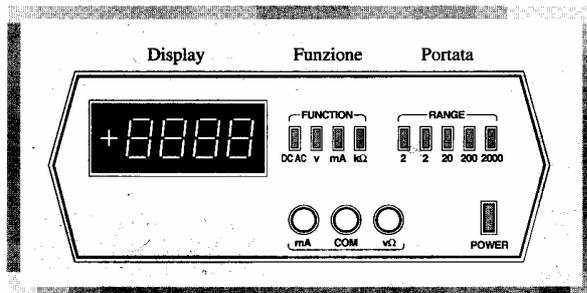

Fig. S4 Pannello frontale di un multimetro digitale.
In fig. S4 è illustrato il pannello frontale di un MMD da banco. Si nota una serie di tasti che consentono di selezionare il funzionamento come V-metro, mA-metro, e Ω -metro e di predisporre il MMD per lavorare con segnali continui (DC) e alternati (AC). Una seconda serie di tasti consente di scegliere la portata (*range*). Anche i multimetri portatili presentano selettori a tasti o rotativi, per la scelta della funzione e della portata.